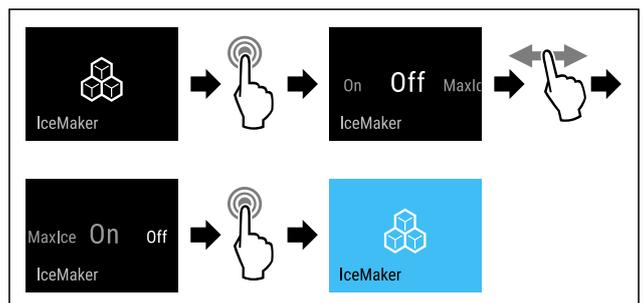

Fig. 16
- ▶ Suivre les étapes (voir Fig. 16) .